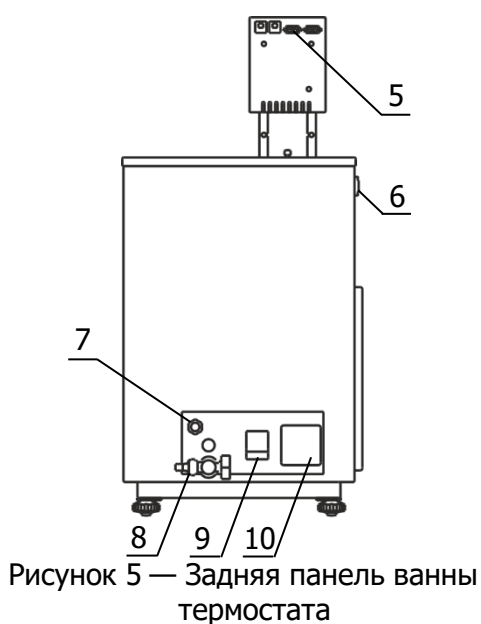

Рисунок 5 — Задняя панель ванны термостата
2.2.5 К переливному штуцеру 7 (рисунок 5) присоединить гибкий шланг, второй конец которого опустить в емкость для сбора излишков теплоносителя объемом 1.5–2 литра.
2.2.7 Вставить вилку сетевого кабеля блока регулирования в розетку 10 (рисунок 5). Соединить кабелем из комплекта поставки блок регулирования (разъем 5) и холодильную машину (разъем 6). Сетевой кабель термостата подключить к питающей сети напряжением 220 В. Для этого в лабораторном помещении должна быть установлена электрическая розетка из комплекта поставки термостата.
2.2.8 Автоматический выключатель 9 (рисунок 5) перевести в положение «включено».
2.2.9 Включить блок регулирования в соответствии с документом ТКЛШ 3.222.009-22 РЭ «Блок регулирования температуры погружной циркуляционный М10М серии МАСТЕР». При работе циркуляционного насоса уровень теплоносителя в рабочей ванне поднимается и теплоноситель начинает равномерно переливаться в дополнительную ванну. При этом уровень теплоносителя в основной ванне падает, что может привести к срабатыванию защиты от недостаточного уровня теплоносителя. Доливать теплоноситель следует до момента начала слива из переливного штуцера 7 (рисунок 5).
2.3.5 При работе термостатов на температурах, близких к нижней границе диапазона воспроизводимых температур, необходимо доливать теплоноситель до момента слива из переливного штуцера 7 (рисунок 5) при его охлаждении на каждые 10 °С.
2.4.5 Надеть сливной шланг из комплекта поставки на сливной кран 8 (рисунок 5) и закрепить его хомутом. Свободный конец шланга опустить в емкость для сбора теплоносителя объемом не менее 15 литров.